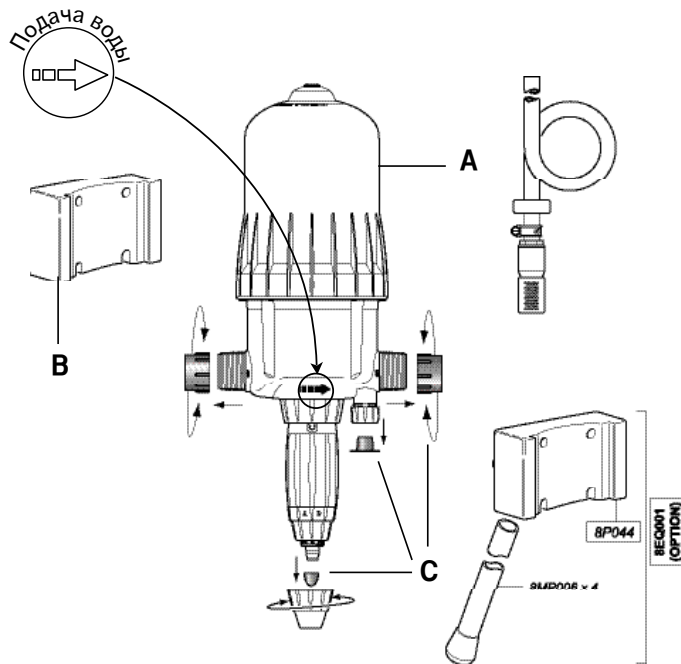

Рис. 1
- Вставьте скобы на корпусе Dosatron (Рис. 1-А) в соответствующие пазы стенного крепления (Рис. 1-В).
- Перед подсоединением дозатора DOSATRON к водопроводной сети необходимо удалить защитные заглушки (Рис. 1-С), закрывающие его отверстия.